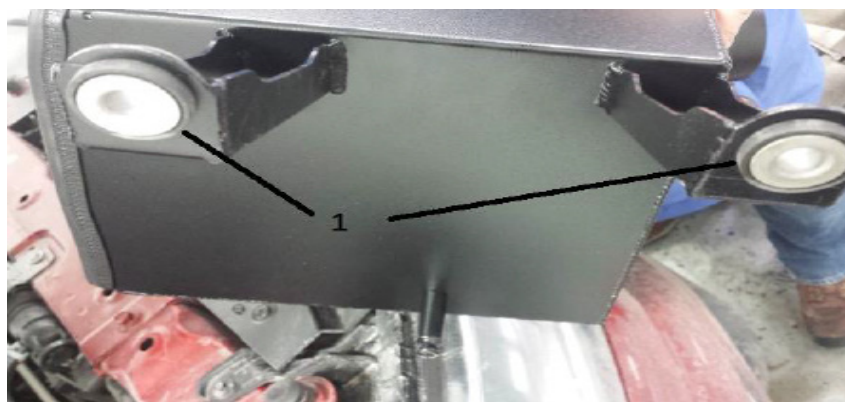

Figura 3
- Retire los pasacables de hule y los soportes de metal del alojamiento de la caja de aire de fábrica e instale dentro de las patas del nuevo ensamblaje de la caja (1 en la figura 3).